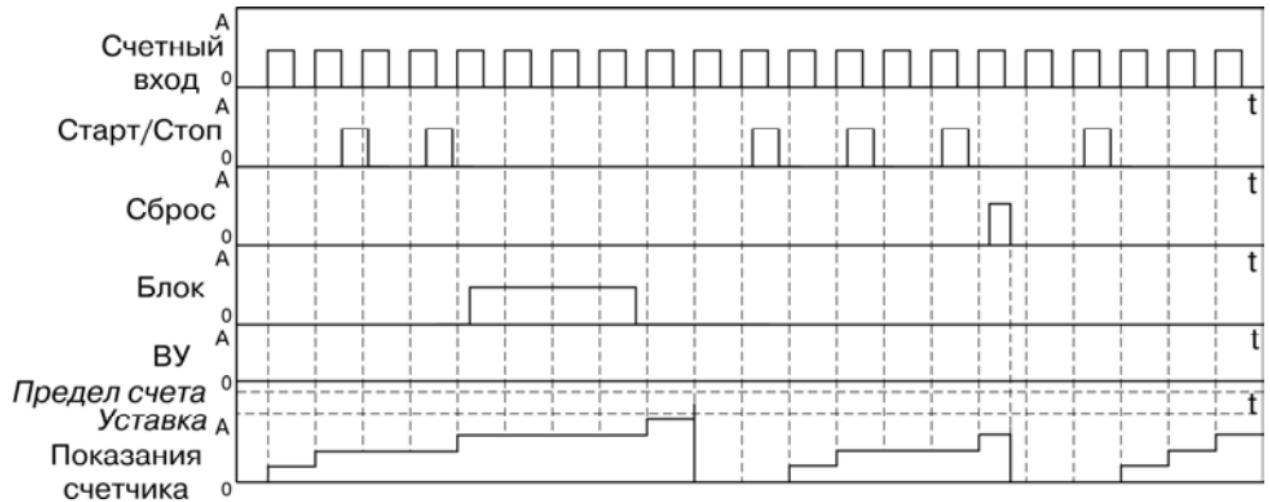

Рисунок 3.8
- тип работы по сигналу «Сброс» – «Сбросить счетчик и ждать сигнала «Старт» ( $rSt=StoP$ ) (рисунок 3.8).